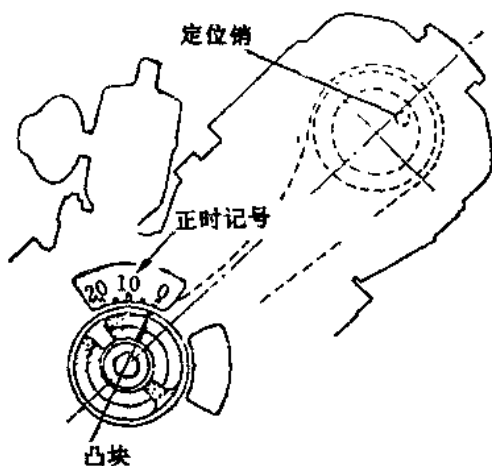
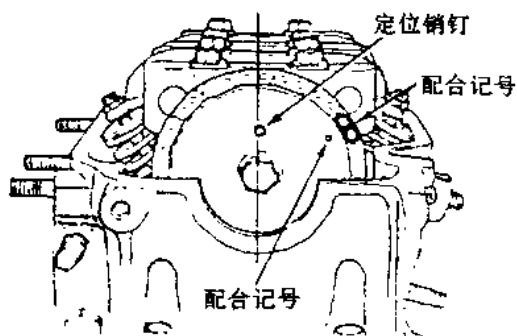

图 1-3
图 1-4
3. 转动曲轴，使第一缸活塞位于压缩行程的上止点的位置上，如图 1-3 所示，即使曲轴皮带轮上的凹槽对准正时指示凸块上的“0”正时记号，此时可观察进排气门均应处在关闭状态上。同时凸轮轴链轮上的定位销钉应位于曲轴与凸轮轴的联线方向上，见图 1-4。
4. 再检查正时链条上的配合记号（参见图 1-4），白亮链板应与凸轮链轮上的配合记号对正。并同时 will 将凸轮轴链轮与链条从凸轮轴上拆下。